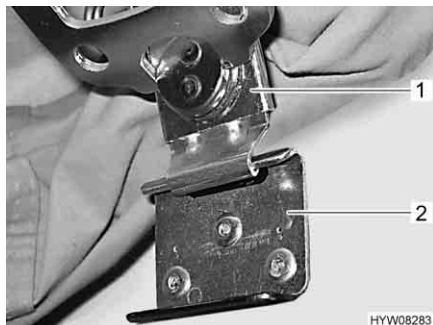

Fig. 51 Bloccaggio
- Tirare verso il basso sui due lati la serratura rapida (Fig. 51,1) e agganciarla nella piastrina di sostegno (Fig. 51,2) (Fig. 51).